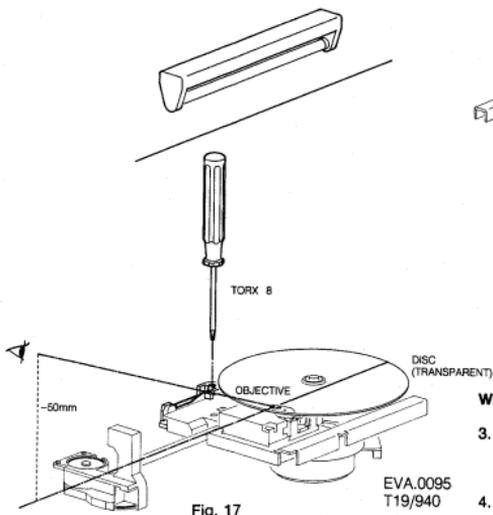

Fig. 17
4. CDV-Spieler danach um 90 Grad drehen, so daß nun die X-Richtung parallel zur Lichtquelle verläuft (s. Fig. 17).